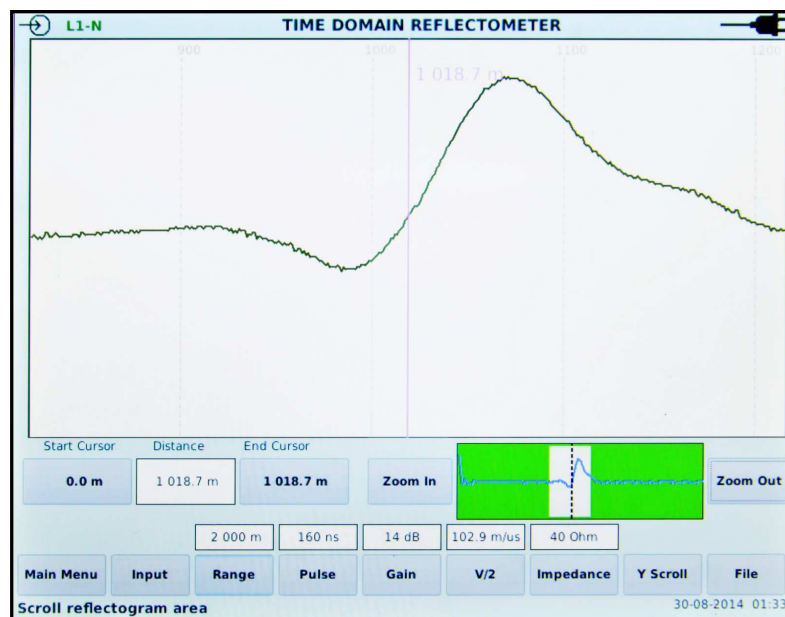

Рисунок 23 – Выбор шкалы масштабирования
2.2.16.5 Нажав шкалу масштабирования на экране (или выбрав её энкодером), можно перемещать видимое поле по рефлектограмме с помощью энкодера (см. рисунок 23). Также перемещение видимого поля можно осуществлять пальцем, перемещая его в поле рефлектограммы в горизонтальном направлении.